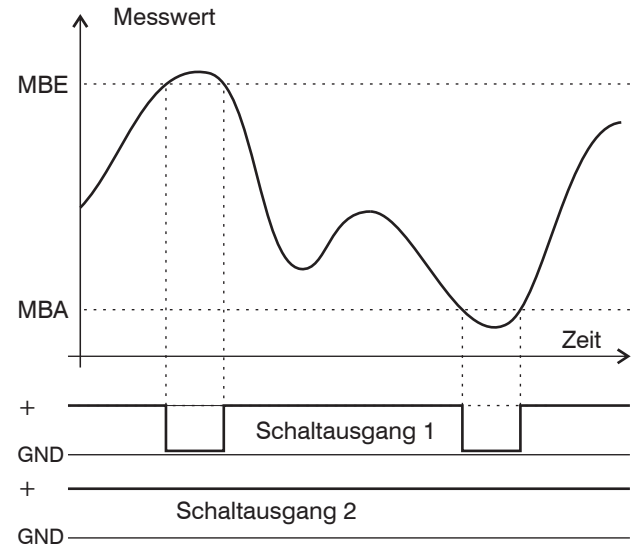

Abb. 17: Signalverlauf der Schaltausgänge in der Betriebsart „Sync error“ und „Trigger error“
- das Messobjekt außerhalb des Messbereiches liegt, siehe Abb. 17,